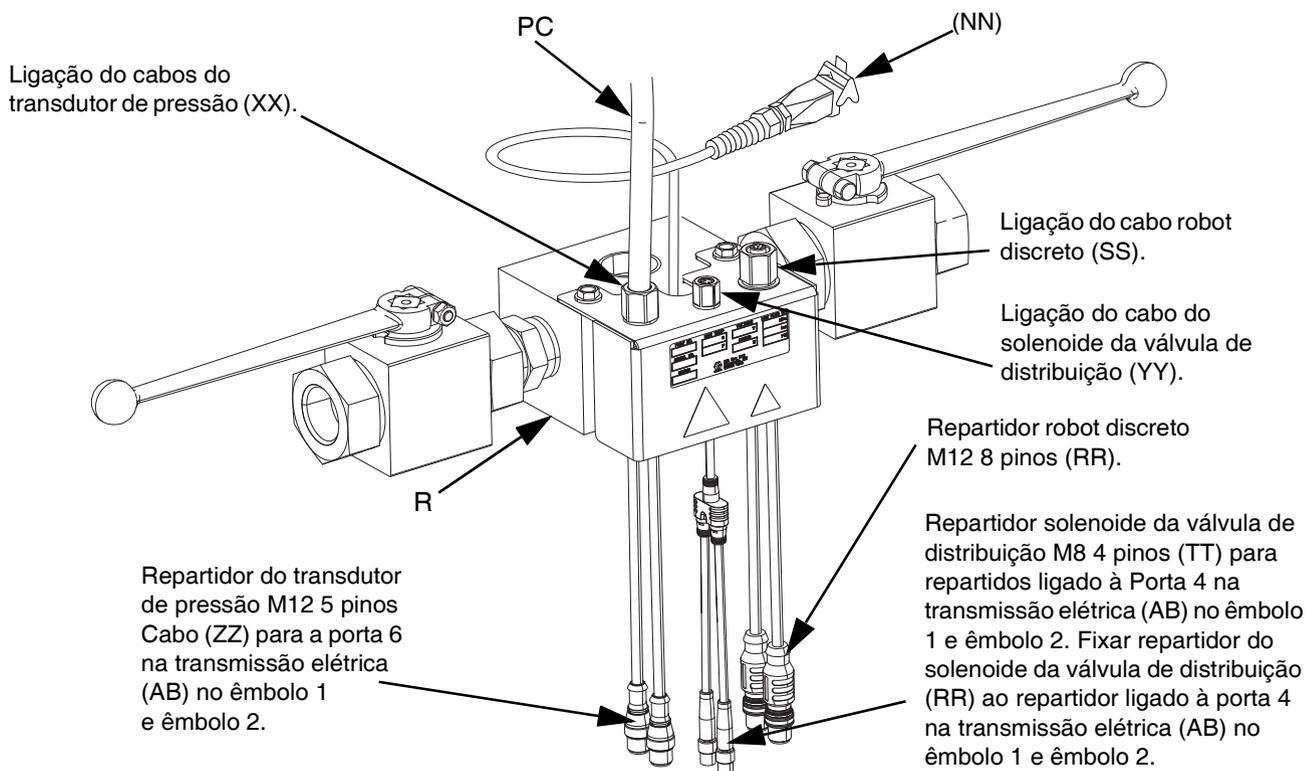

FIG. 22
1. Ao usar um sistema de abastecimento de êmbolo iQ simples, ligue o cabo do transdutor de pressão (PC) da válvula de distribuição (B) à porta 6 no motor elétrico (AB). Consulte **Conexões de comunicação do condutor elétrico** para êmbolos simples, na página 16.
- a. Ligue o cabo do transdutor de pressão (PC) da válvula de distribuição (B) ao repartidor do transdutor de pressão na válvula no bloco de tandem. Consulte a FIG. 22.
- b. Ligue uma extremidade macho do cabo repartidor M12 de 5 pinos do transdutor de pressão (ZZ) no bloco de tandem (R) à Porta 6 no motor elétrico (AB) no êmbolo 1. A segunda extremidade macho é ligada à porta 6 no êmbolo 2. Consulte **Ligações de comunicação do motor elétrico** para o **Êmbolo em tandem** na página 17.